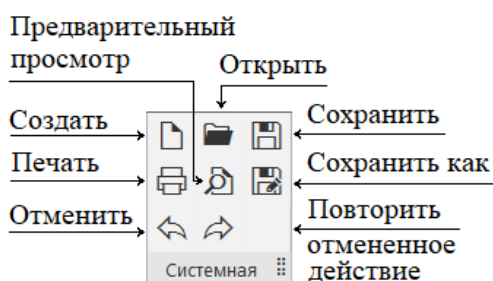

Рисунок 2 – Панель инструментов «Системная»
**Панель инструментов «Системная»** (рисунок 2) присутствует практически во всех окнах в различных режимах работы с большим или меньшим набором кнопок вызова общих команд, таких как «Создать», «Открыть», «Сохранить», «Сохранить как», «Печать», «Предварительный просмотр», «Отменить», «Повторить отмененное действие».